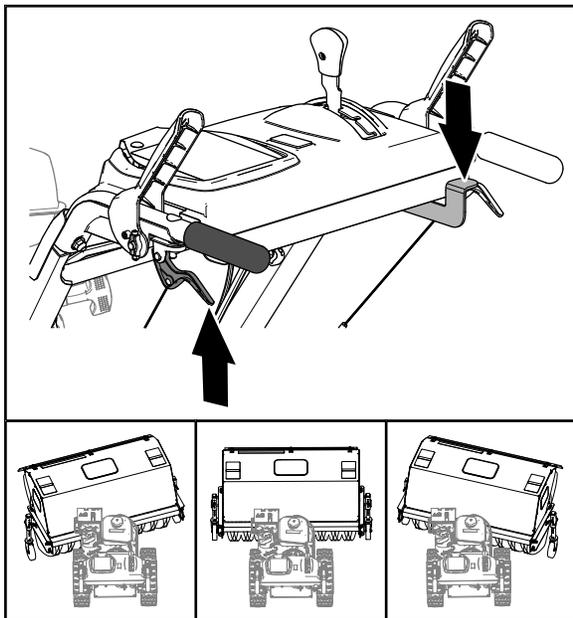

Figure 20
3. Abaissez le levier avec le pouce de votre main droite (Figure 20).
4. Serrez le levier de de débrayage de roue gauche contre la poignée (Figure 20) et poussez le carter du balai dans les positions suivantes.